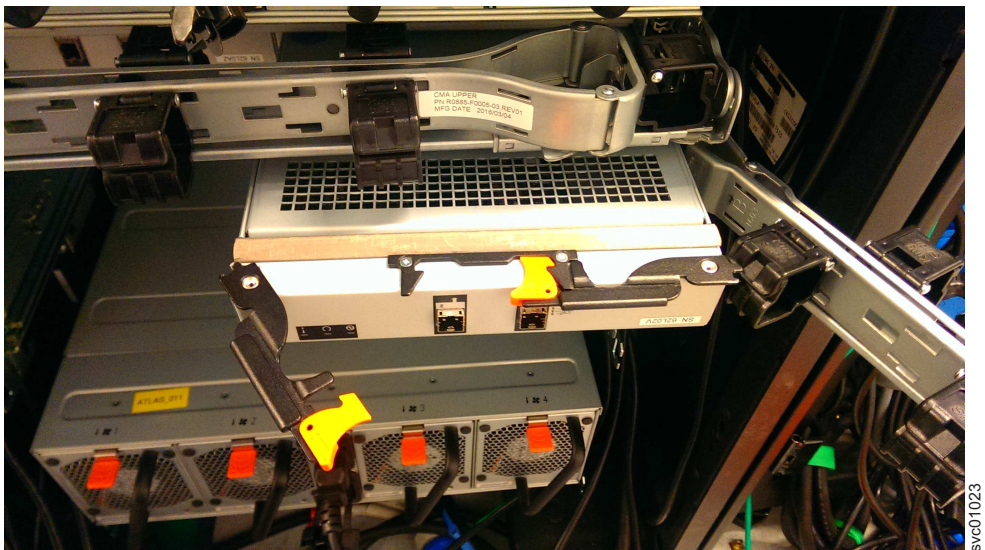

图 41. 安装扩展容器
1. 断开下部理线臂弯管的连接以将其移开，如第 59 页的图 41 中所示。
4. 在扩展容器完全插入后，向内旋转每一个手柄以将其锁定到位，如第 59 页的图 41 中所示。